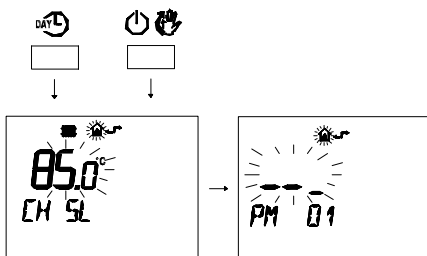

Figura 5.38
- Premere contemporaneamente i pulsanti **DAY** e **ON** per entrare nella programmazione trasparente (Figura 5.38).